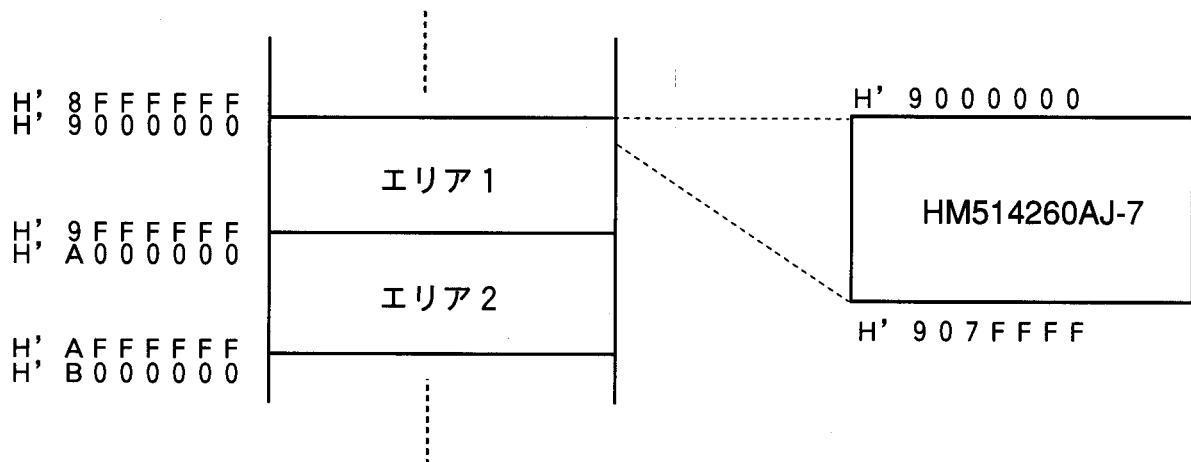

図2 メモリマップ
(2) 図2に示すように、SH7034のメモリ空間のうち、エリア1 (H' 9000000 ~ H' 9FFFFFFF) に割り当てます。また、エリア1のバスコントローラを以下のように設定します。